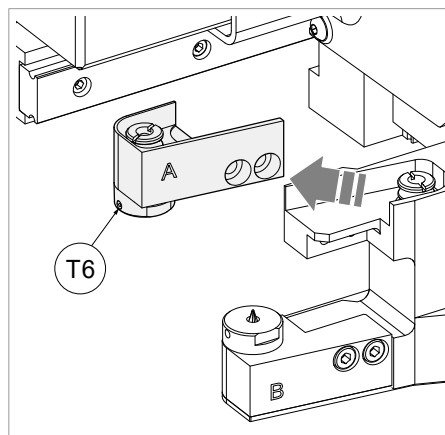

Bild 137
- 7) Die 2 vorderen Schrauben (T5) entfernen, um die Fräserhalterung herauszunehmen (Bild 137).